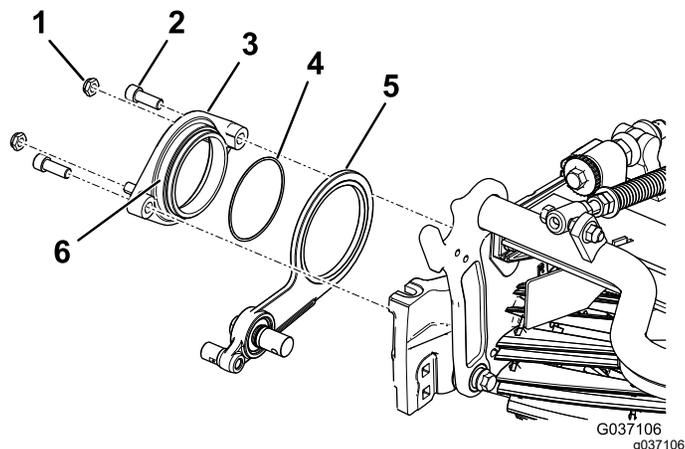

Figura 9
- Utilice un compuesto antiadherente en el diámetro externo del conjunto del cubo del pivote (Figura 9).
- Coloque el cubo del pivote sobre la polea tensora y fíjelo al molinete con 2 pernos allen (Figura 9).
- Instale provisionalmente las 2 contratuercas en el cubo del pivote (Figura 9).